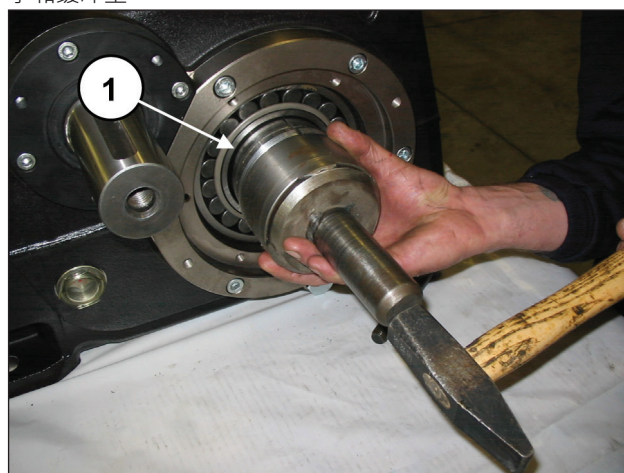
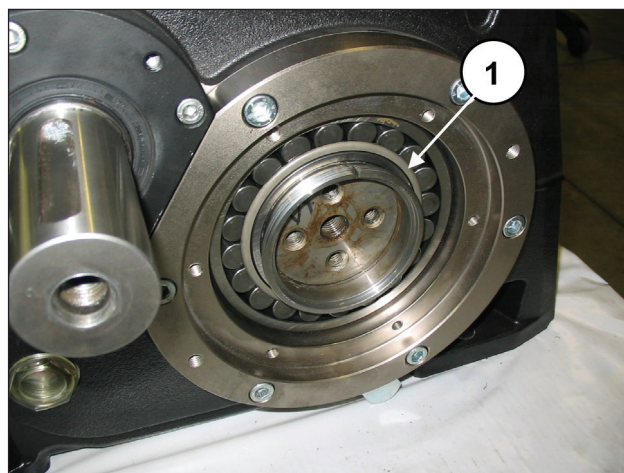

图 77
图 78
将压力衬套完全插入曲轴(①，图 77 和 图 78)，可使用锤子和缓冲垫。